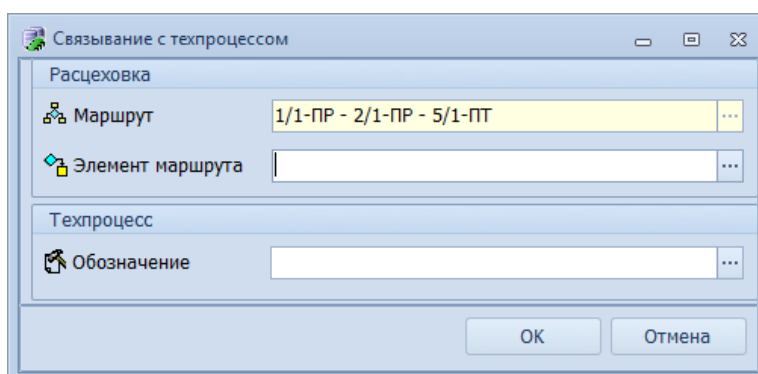

Рисунок 96. Пример окна настройки связи маршрута и технологического процесса
- В результате — будет загружено окно ввода параметров «**Связывание с техпроцессом**» (рис. 96).